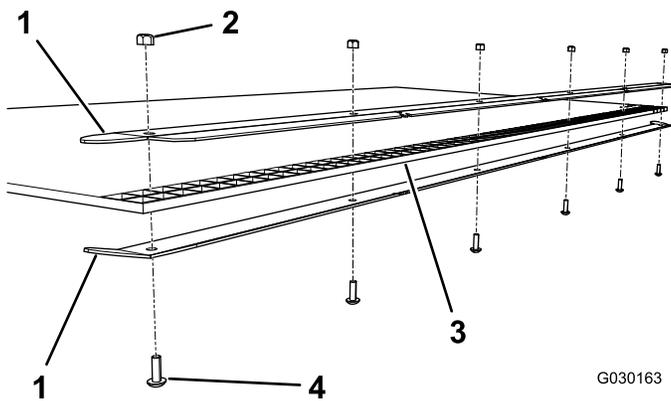

Figura 5
2. Installate senza serrare le staffe della rete sul bordo della rete livellatrice con 6 viti ($5/16 \times 1$ poll.) e 6 dadi di bloccaggio ($5/16$ poll.) come illustrato nella Figura 5.
2. Installate senza serrare le staffe della rete sul bordo della rete livellatrice con 6 viti (5/16 x 1 poll.) e 6 dadi di bloccaggio (5/16 poll.) come illustrato nella Figura 5.